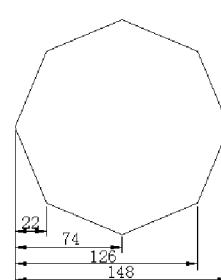

图 3.28 基线标注效果
③ 基线(B):在命令提示区中输入“B”,以基线式标注作为快速标注方式。基线标注效果如图 3.28 所示。